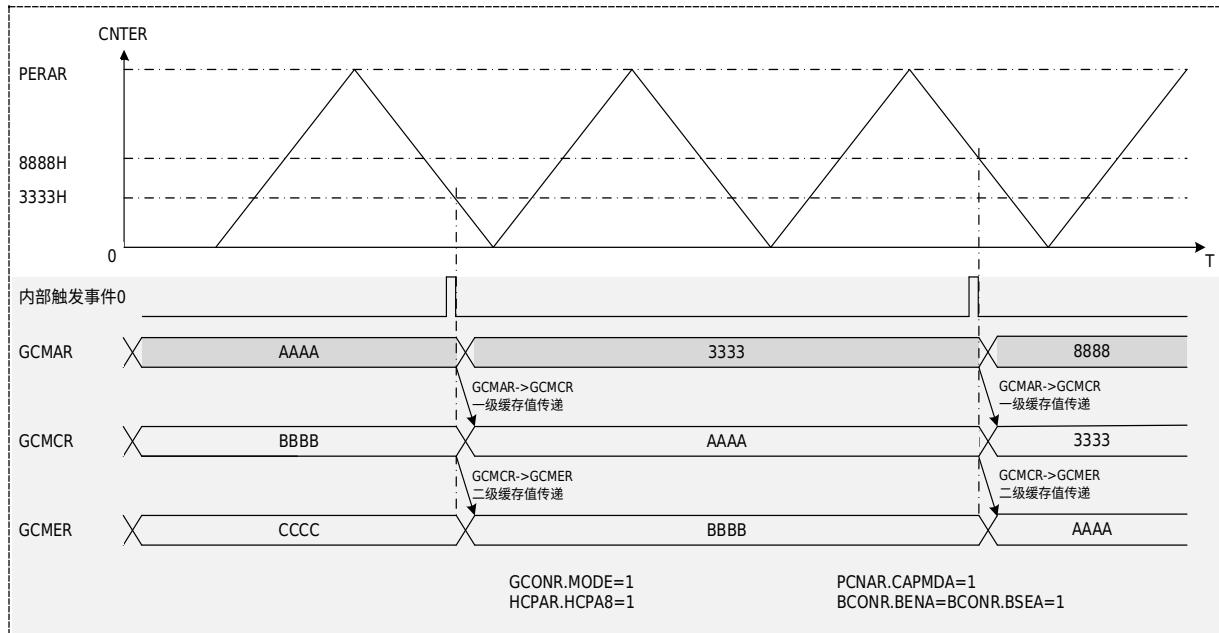

图 20-12 双缓存方式捕获输入时序
- 图 20-12 所示，是内部触发事件 0 触发捕获输入时、双缓存方式的时序图。